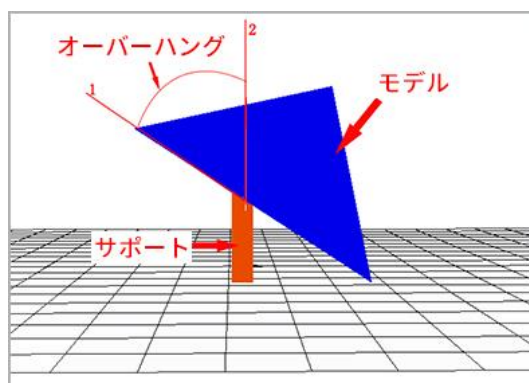

図 21、オーバーハング角度の概略図、放射線 1 と 2 の角度はオーバーハング角度である
(2)オーバーハング角度（度）：範囲 0° - 90° 。サポートの垂直方向とモデルの接触面の角度（overhang, 図 21 のような）がこの値より大きい場合、スライサーソフトウェアは重力のために印刷中にこれらの部品が落下するのを防ぐためにサポート構造を自動的に増やします。この角度の大きさはサポート構造の数に影響し、値が小さいほどサポートが必要な部位が多くなり、複雑なモデルではサポートが多すぎると取り外しが困難になります。デフォルト設定は 60° で、印刷の経験が豊富な場合は自分で変更できます。